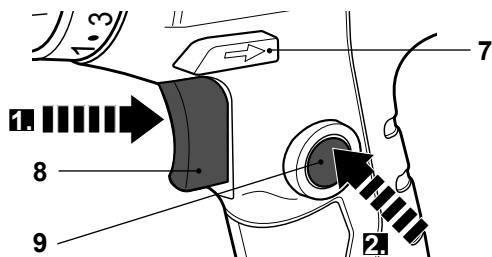

Fig. 10
1. Accendere il prodotto premendo l'interruttore on/off (8) e tenerla in posizione (fig. 10, punto 1).
2. Premere il pulsante di bloccaggio (9) e tenerlo in posizione per bloccare l'interruttore on/off (8) (fig. 10, punto 2).
3. Rilasciare il pulsante di bloccaggio (9) e interruttore on/off (8). L'interruttore on/off ora è bloccato su per uso continuo.
4. Premere e rilasciare l'interruttore on/off (8) per passare il prodotto fuori.